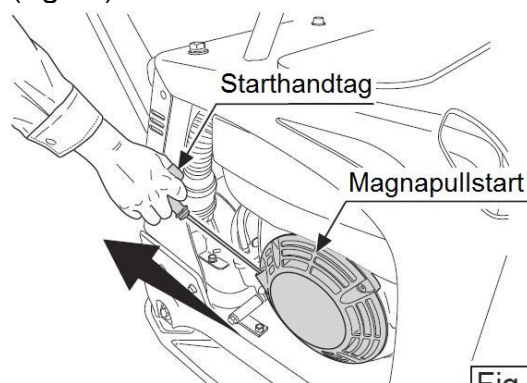

Fig.15
2. Dra långsamt ut starthandtaget lite tills du känner ett motstånd (kompressionsläge). Dra kraftigt i starthandtaget för att starta motorn, men dra inte så hårt att snöret går av eller lossnar, följ med handtaget tillbaka utan att släppa taget tills snöret rullats in. (Fig. 15)